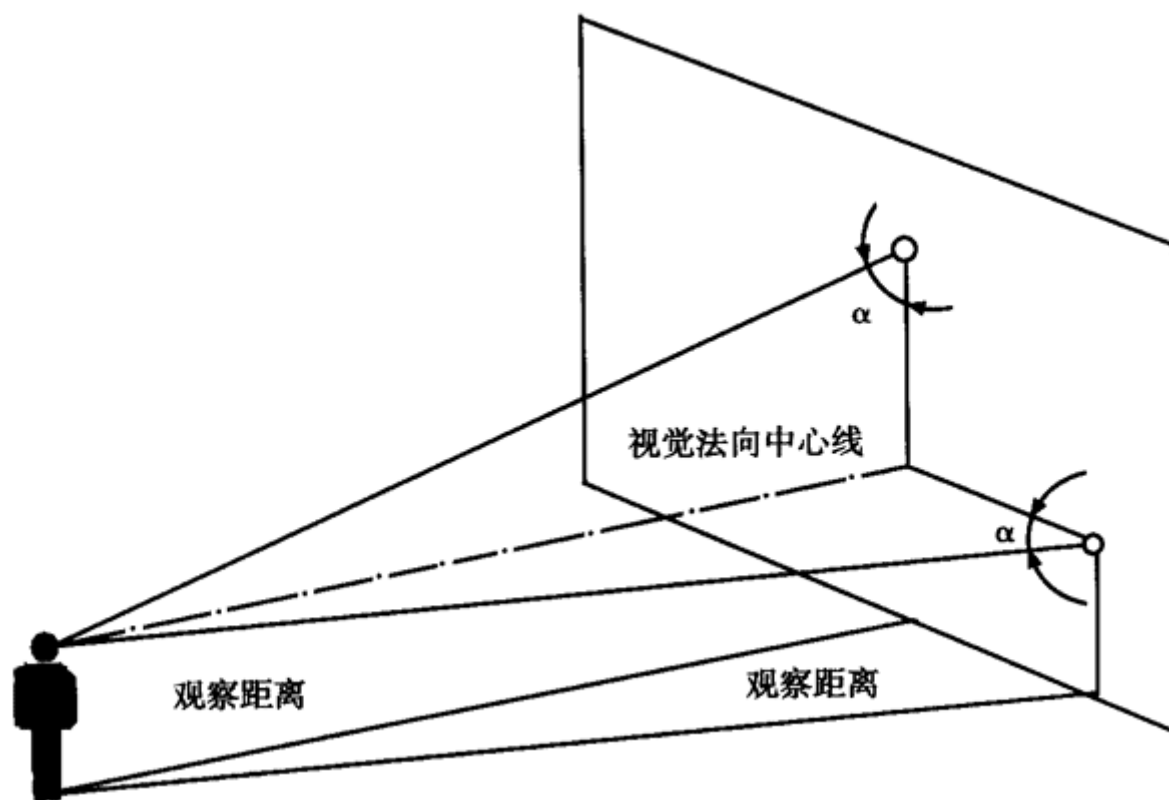

图 A. 10 警示标识平面与视线夹角 α 不低于 75° 角
A. 3. 2. 3 警示标识（不包括警示线）的平面与视线夹角应接近 90° 角，观察者位于最大观察距离时，最小夹角不低于 75° 角，如图 A. 10 所示。